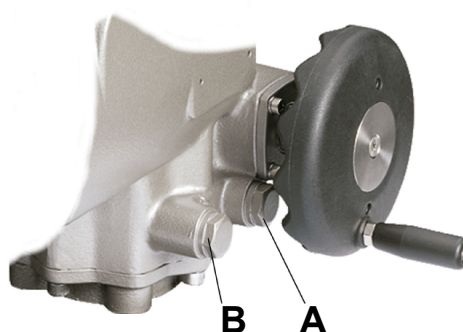
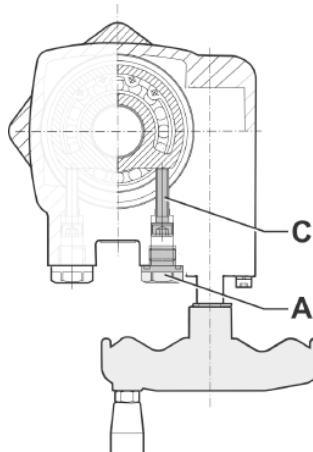
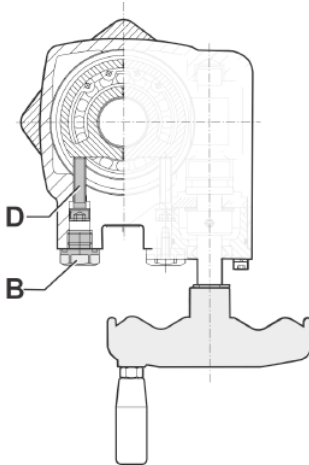

图 1: 机械限位的螺旋塞
图2: 设定关机械限位
图 4：设定“开”机械限位
- 不要卸掉内六角螺钉C（图2）及D（图4），这将会导致润滑油泄漏。
- 如果需要，可以卸掉螺旋塞A（图1 和图2），通过内六角螺钉C（图2）来调整机械限位。
- 重新装上并拧紧螺旋塞A（图1 和2）。
- 如果需要，可以卸掉螺旋塞B（图1和图4），通过内六角螺钉D(图4)来调整机械限位。顺时针拧螺钉，将会减少摆动角度。逆时针拧螺钉，将会增大摆动角度。
- 重新装上并拧紧螺旋塞B（图1和4）。